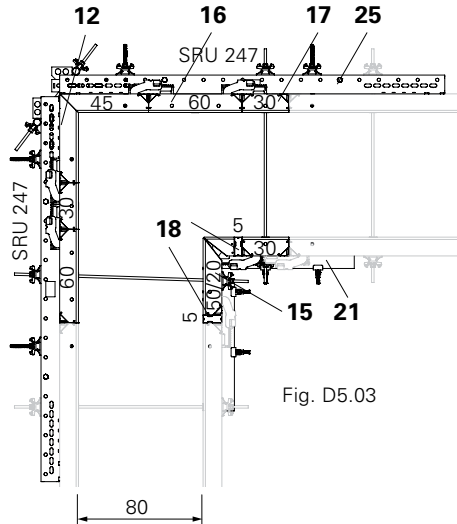

Fig. D5.03
- Eleme. angolo ester. MXA...45 (12)
- Eleme. angolo inter. MXI...50/20 (15)
- Elemento-telaio MX...60 (16)
- Elemento-telaio MX...30 (17)
- Montante di compen. WDA 5 (18)
- Corrente SRU 247, U120 con tiranti DW 15 e griffe di serraggio SKZ (25)
- (Fig. D5.03, D5.03a + D5.03b)